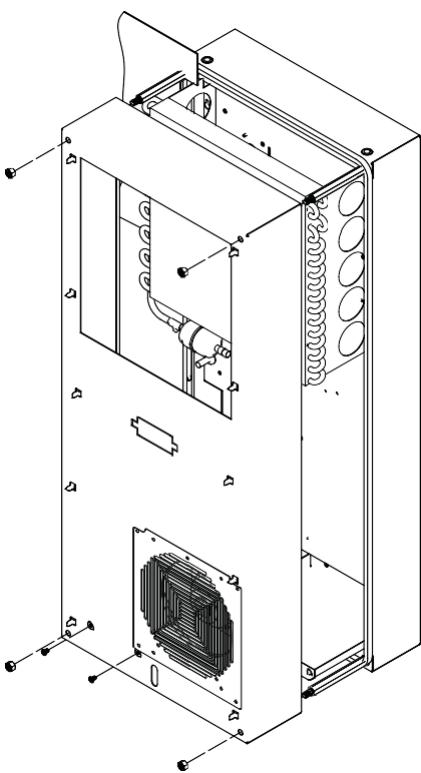

図5
8. エンクロージャの後ろ半分を取り付け用のカット部に押し込み、スタンドオフ4個で固定します。8ページの図5をご覧ください。